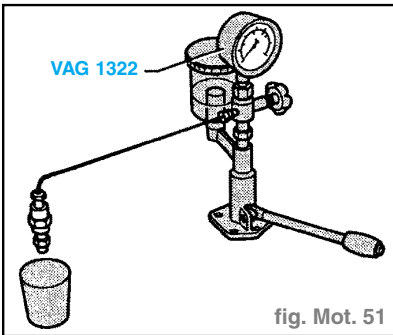

fig. Mot. 51
- Brancher l'injecteur sur le contrôleur d'injecteurs (fig. Mot. 51).